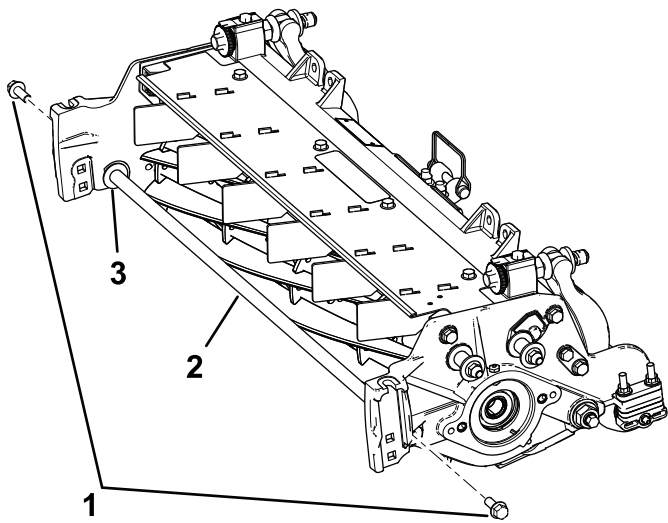

Figura 5
9. Retire los 2 pernos con arandela prensada y las arandelas que sujetan la varilla de soporte y retire la varilla de soporte (**Figura 5**).